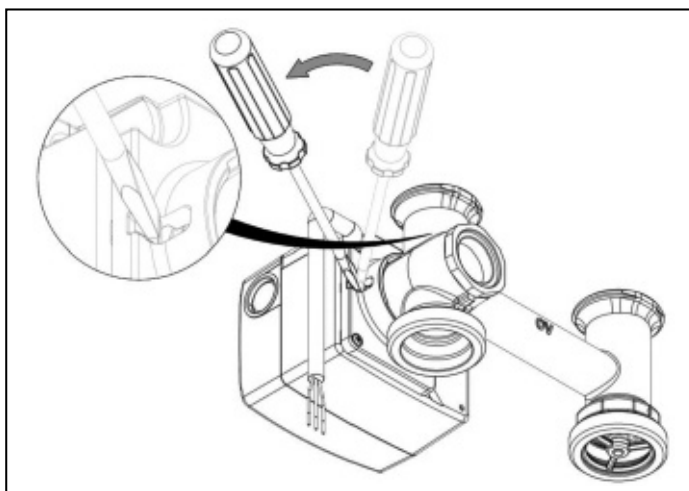

Рис. 5.3 Демонтаж сервомотора
1. Снять сервомотор со смесителя вручную. В случае необходимости воспользоваться отверткой (см. рис. 5.3).